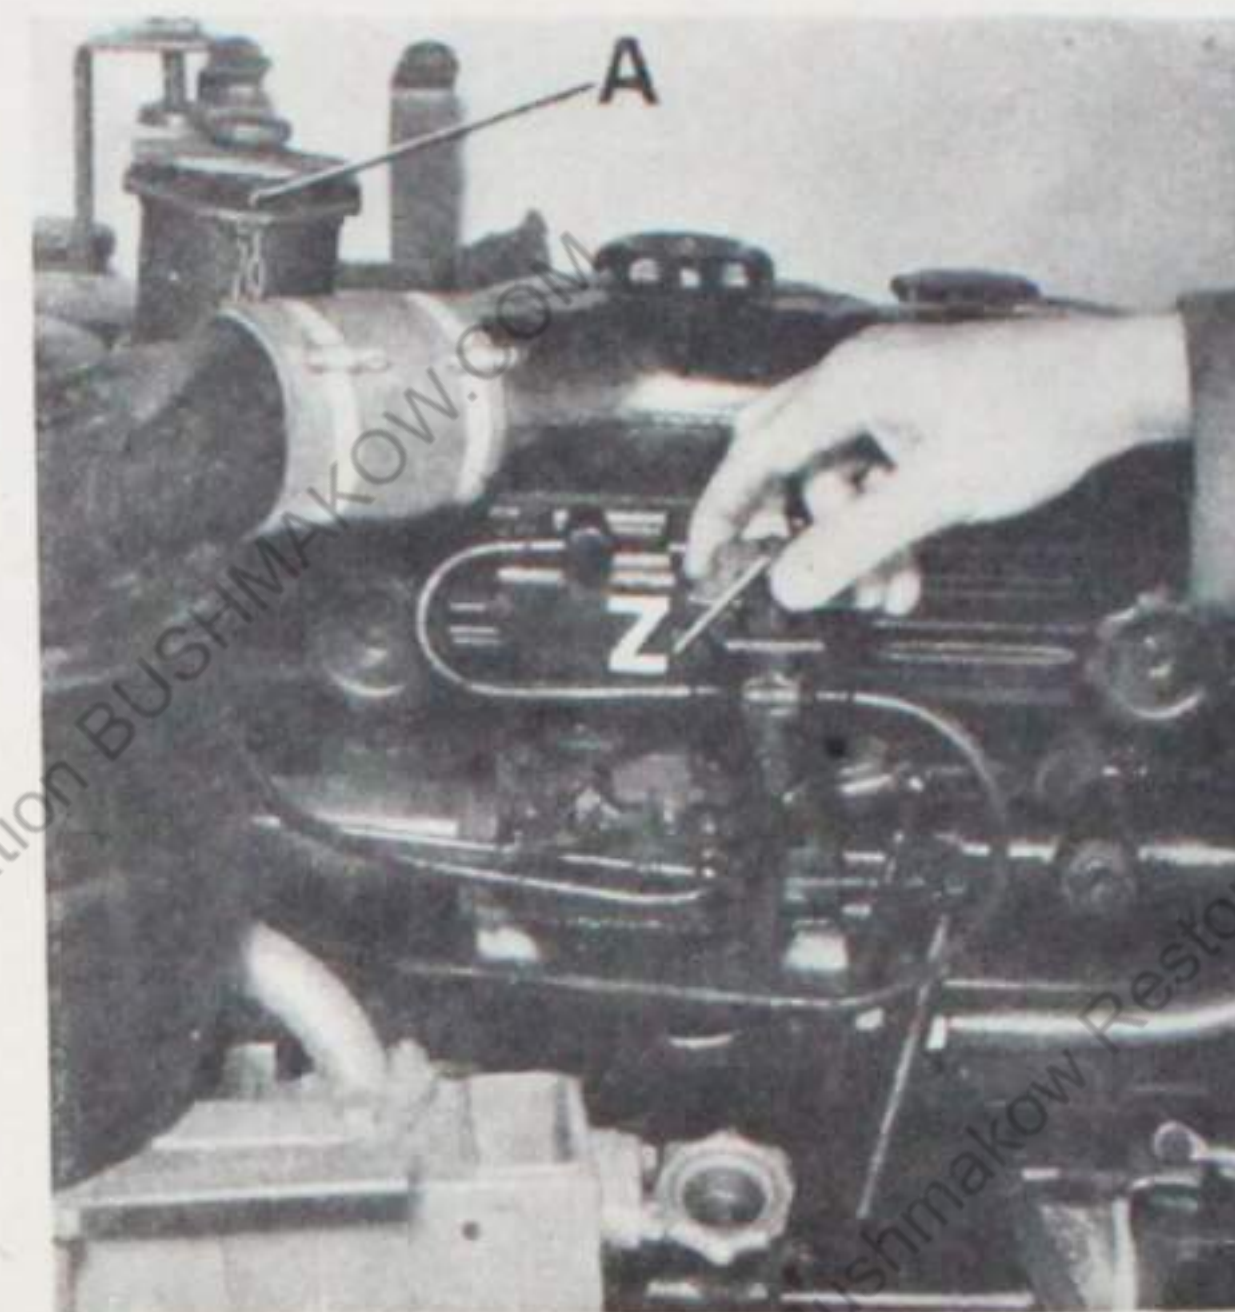

Bild 37
5. **Anlaßkraftstoffbehälter** mit 1 l Anlaßkraftstoff füllen (A im Bild 37)
6. Zweiwegehahn ganz nach links zum Anschlag bringen (Z im Bild 37)